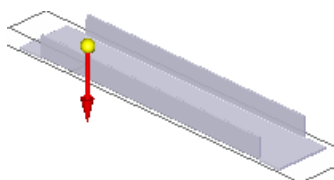

图 8.13.130 定义移除方向
- ③ 单击“主页”操控板中的“关闭草图”按钮 ，退出草图绘制环境。
- (3) 定义法向除料特征属性。在命令条中单击“厚度剪切”按钮  和“全部穿透”按钮 ，并将移除方向调整至图 8.13.130 所示的方向。